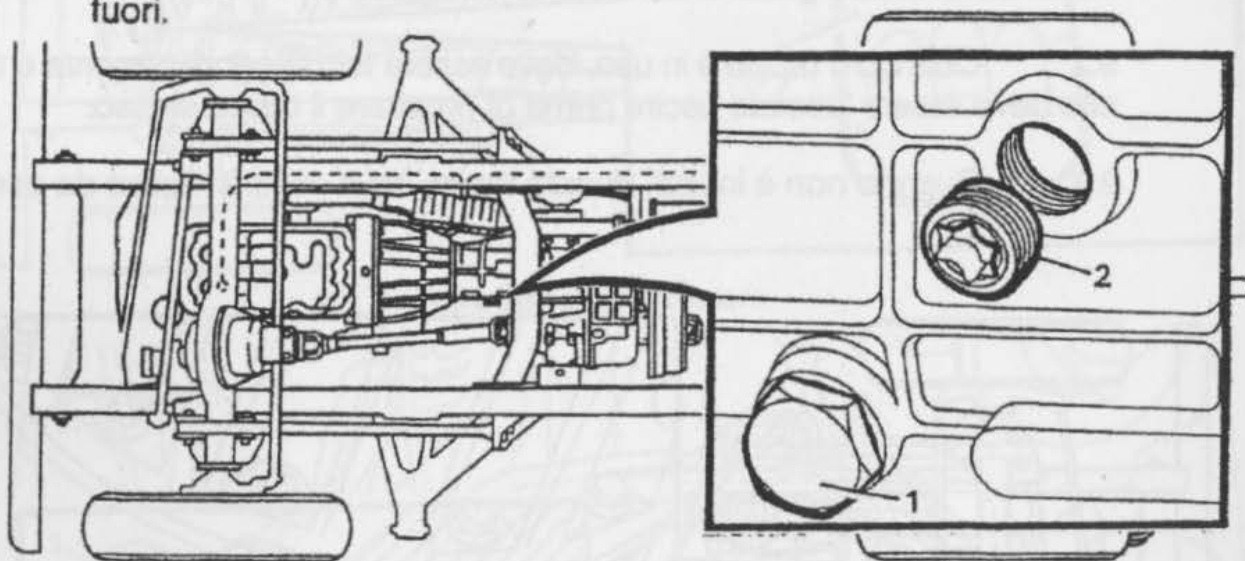

Fig. 74 Tappi di riempimento e di scarico del cambio principale
10.1.3 Togliere il tappo di scarico (Fig 74 (1)) e lasciare che l' olio si scarichi completamente.
10.1.6 Montare il tappo di riempimento e di livello (Fig 74 (2)) e serrarlo. Asciugare con un cencio l' eventuale olio versato.
10.2.1 Ubicare e togliere il tappo di riempimento e di livello (Fig. 74 (2)).